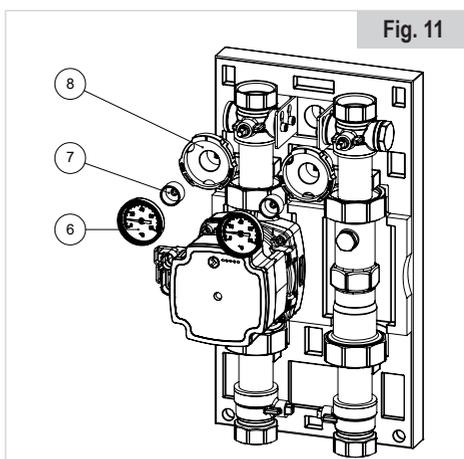

Fig. 11
- Rimuovere i termometri (6) utilizzando un cacciavite piatto, i pozzetti porta termometro (7) tramite una chiave a brugola da 6 mm, le maniglie porta termometro (8) e riposizionarle invertendo la maniglia rossa con quella blu. (vedi Fig. 11). Non è necessario smontare le valvole a sfera dalla staffa.